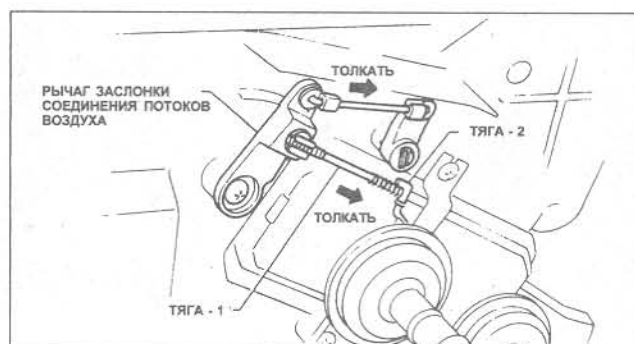

Рис. 11.30 Регулировка управлением водяных потоков (Глава 39)
17 Как показано на рис. 11.30, отсоедините тягу (1) от рычага заслонки воздушного потока. Поверните рычаг регулятора воздушной заслонки до упора в показанном направлении и потяните тягу, пока ее конец не войдет в зацеп с тягой